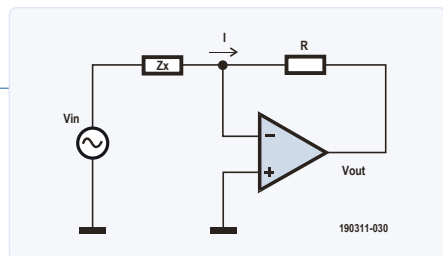

Figure 1. La méthode du pont autoéquilibré utilise un simple amplificateur opérationnel pour le convertisseur courant/tension.
L'impédance (Z) est un paramètre important pour caractériser les composants électroniques passifs (résistance, condensateur, inductance). C'est un nombre complexe, représentable par une partie réelle (R) et une partie imaginaire (X), tel que $Z = R + jX$, ou sous une forme polaire par le module de son impédance et le déphasage entre tension et courant : $|Z| \angle \theta$. Pour déterminer une impédance, il faut donc mesurer au moins deux valeurs (en grandeur et en phase), généralement la tension aux bornes du composant et le courant qui le traverse. Notre LCR-mètre utilise la méthode du pont auto équilibré avec l'utilisation d'un simple amplificateur opérationnel pour le convertisseur courant/tension (I-V) (fig. 1).